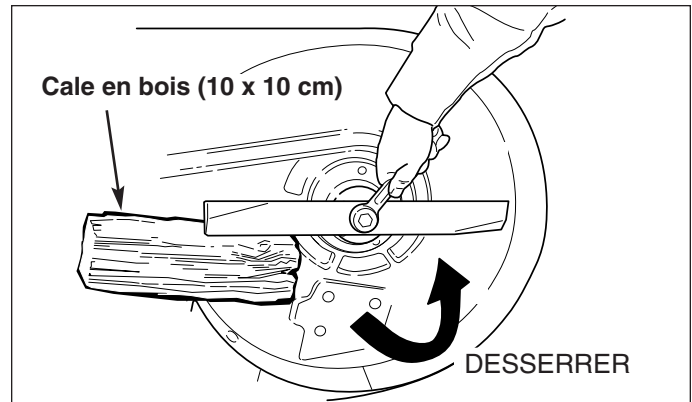

Figure 27. Dépose de la lame
2. Voir la Figure 27. Pour retirer une lame pour l'affûter, la bloquer avec une cale en bois afin de l'empêcher de tourner et desserrer le boulon de fixation.